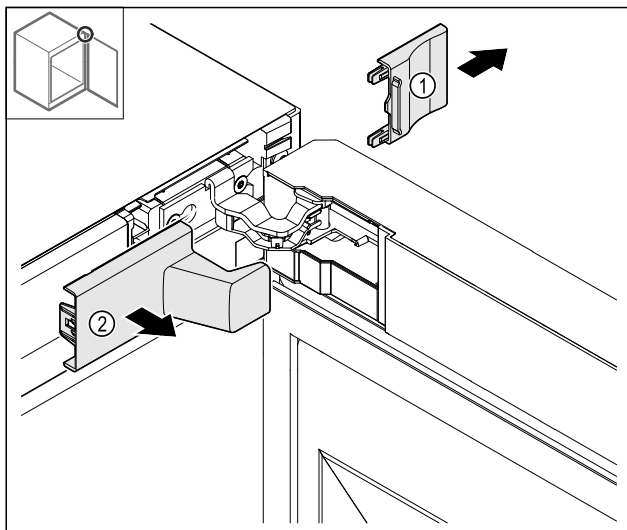

Fig. 15
- Зніміть Fig. 15 (1), а потім Fig. 15 (2).